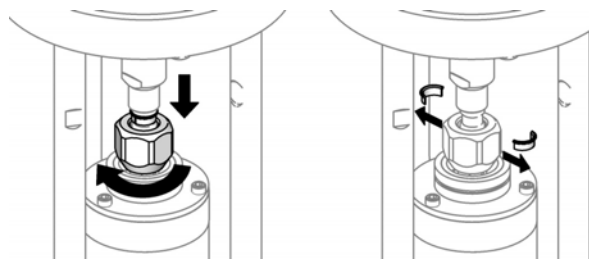

Рис. 8. Снятие соединительных колец.
4. Опустите стяжную гайку (7) и снимите соединительные кольца (5). См. Рис. 8.
5. Надавите на вал двигателя, чтобы он переместился вверх. Снимите стяжную гайку (7).
6. Воспользуйтесь зажимом, чтобы снять гайки тяговой штанги (4).
8. Поднимите пневмодвигатель, чтобы его снять. Тяговые штанги (3) останутся прикрепленными.